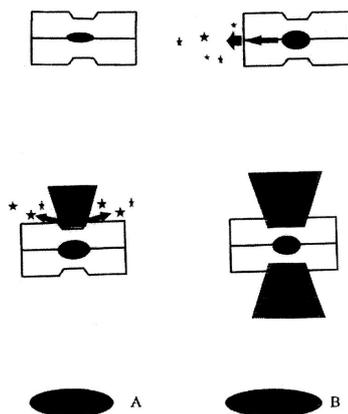

Рис. 5. Сварочные дефекты
Определить отклонения или дефекты и причины их образования. Схемы дефектов приведены на рис. 5
1) Причиной малого диаметра сварной точки или малой прочности может быть (Рис. 5 А):
2) Наличие выплесков (брызг) между деталями (Рис. 5 В):